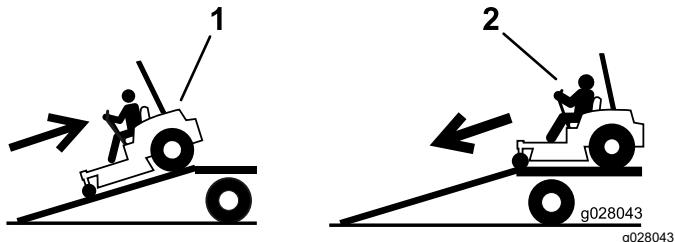

Bild 39
4. Fahren Sie die Maschine rückwärts die Rampe hoch (Bild 39).
2. Fahren Sie die Maschine vorwärts von der Rampe herunter (Bild 39).